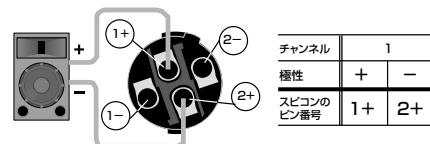

図 2-13
- 2 スピコン端子を使用する際は、図 2-13 のように接続してください。